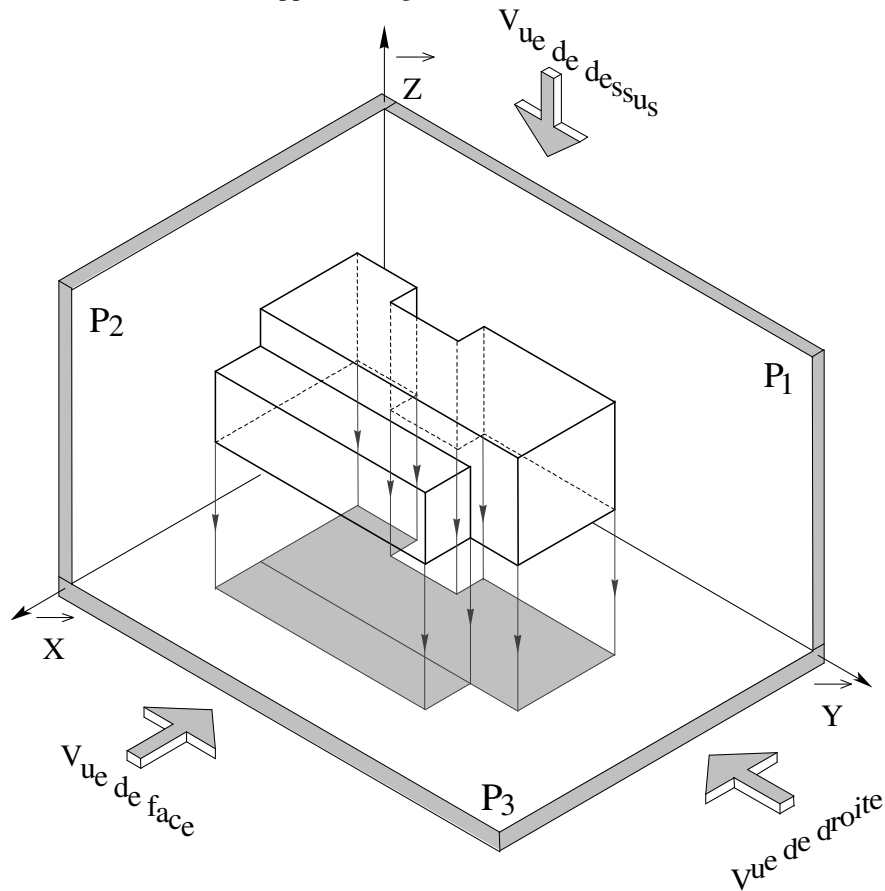
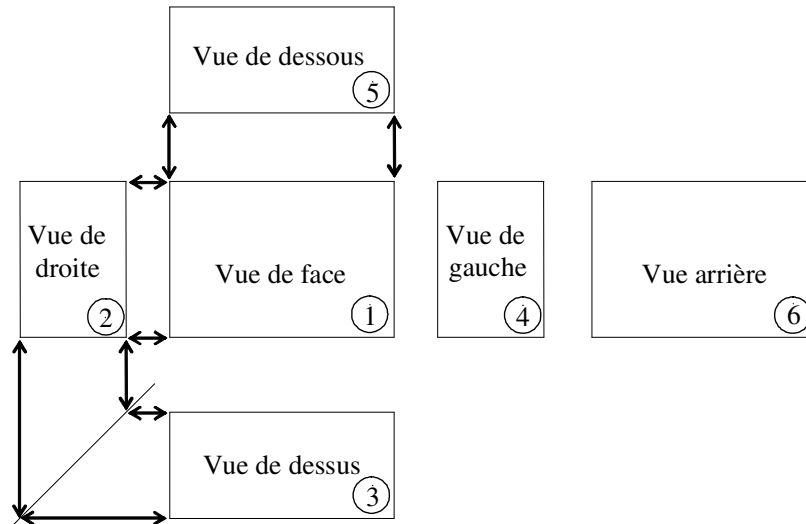

fig.3
fig. 4
d) Nomenclature: c'est la liste de différentes places de l'ensemble en indiquant pour chacune d'elles: le nombre, le nom, la matière, d'éventuelles remarques. Voir figure 3.
Exercice : à partir de la figure 3 en prenant comme vue de face la projection dans le plan P1, dessiner la pièce selon les 6 vues de la figure 4, les dimensions relevées sont à diviser par 0,82 (attention à la correspondance des vues)